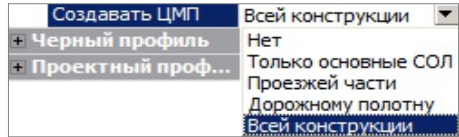

Рис. 26.20
- В строке **Создавать ЦМП** следует задать настройку на создание отдельных элементов или всей цифровой модели проекта ВТ (рис. 26.20).